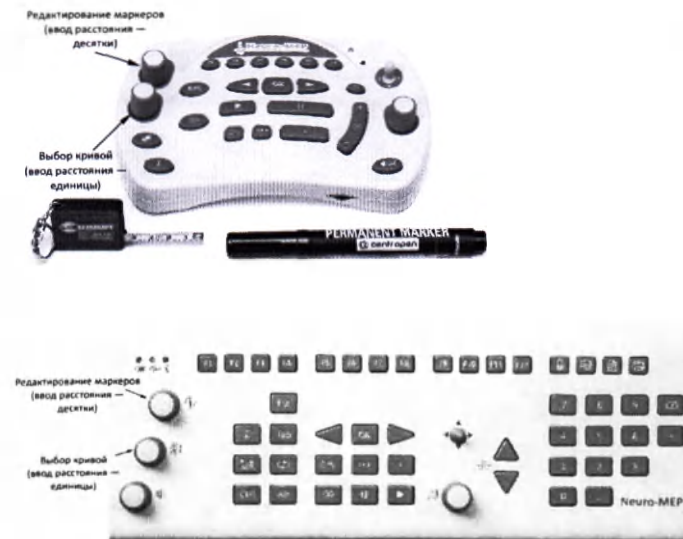
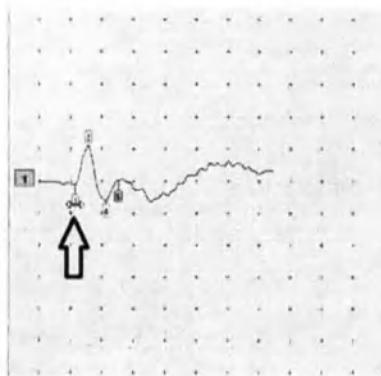

Рис. 58. Основные органы управления функциональной клавиатуры (компактная и расширенная версии клавиатуры)
Рис. 59. Коррекция положения маркера начала ответа
Для ввода расстояния удобно использовать клавишу [F2]. После активации первого места в таблице можно отредактировать указанное расстояние. Для этого используйте цифровые клавиши клавиатуры компьютера или энкодеры функциональной клавиатуры, которые управляют маркерами и проводят выбор кривой. При активации места в таблице ручка управления маркерами меняет десятичные значения, ручка выбора кривых — единичные значения (рис. 58). При наличии расширенной версии клавиатуры расстояния можно вводить с нее с помощью цифровых клавиш.
14. Проведите коррекцию положения маркера начала ответа (рис. 59). Для этого используйте мышью («перетаскивание» левой кнопкой) или клавиатуру (вращение энкодера, переход к следующему маркеру — нажатие энкодера (рис. 58)).